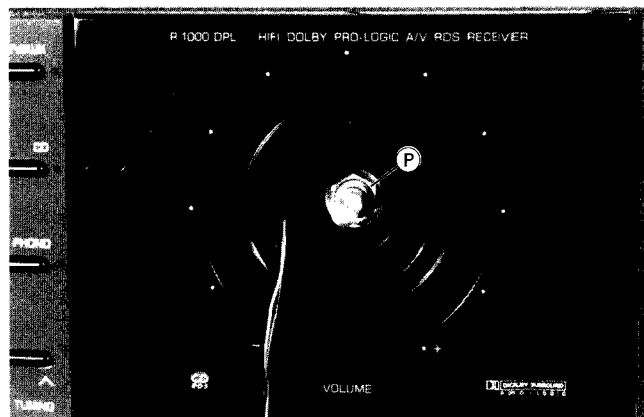

Fig. 12
- Lautstärkeknopf abziehen und darunter befindliche Mutter (P) lösen (Fig. 12).
- Pull off volume knob and disengage the nut (P) (Fig. 12).